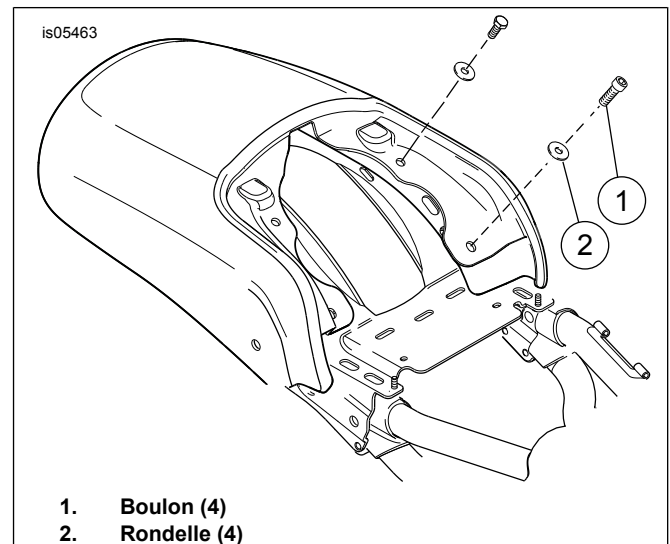

Figure 1. Boulons de montage de garde-boue
1. Voir Figure 1. Retirer quatre boulons (1) de montage de garde-boue arrière et rondelles (2). Si nécessaire, déplacer l'ECM pour accéder aux quatre boulons de montage de garde-boue.
6. Voir Figure 1. Installer quatre boulons (1) de montage de garde-boue et rondelles (2). Serrer à un couple de 20–26 N·m (15–19 ft-lbs).